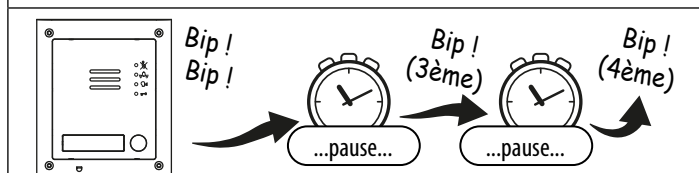

Fig. 60
3. Mettez sous tension le module GSM, 2 bips courts sont émis suivis par une courte pause, puis un seul bip (3ème bip), suivi par une autre courte pause puis enfin un seul bip (4ème bip), comme affiché à la **Fig. 60**.